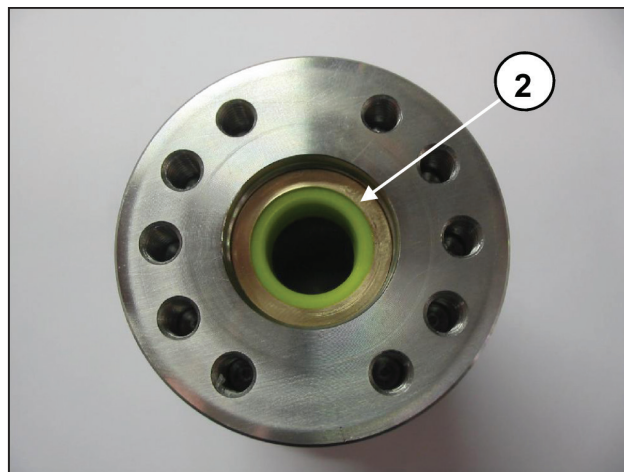
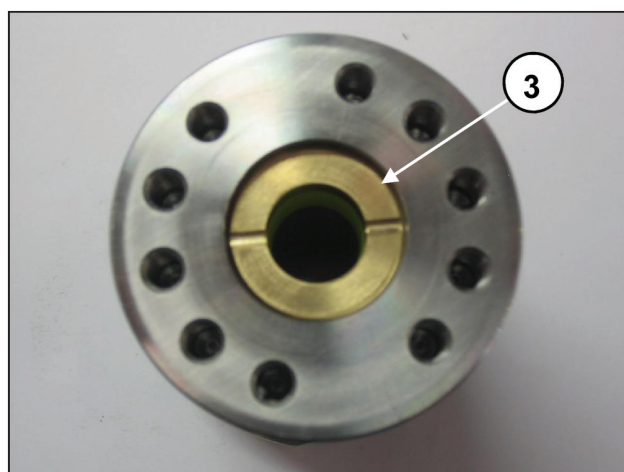
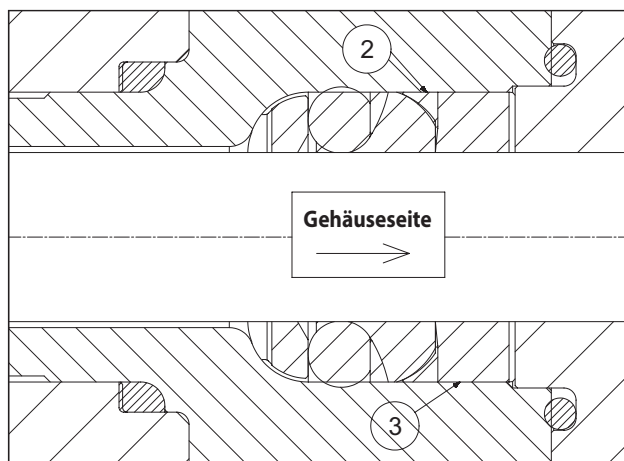

Abb. 124
Abb. 125
Abb. 126
- Setzen Sie den Stützring ② und die Dichtungshülse ③ wie in Abb. 124, Abb. 125, Abb. 126 gezeigt ein.
Führen Sie die Dichtungshülse ③ mit nach außen gerichteten Aussparungen (zur Gehäuseseite) gemäß Abb. 125 und Abb. 126 ein.